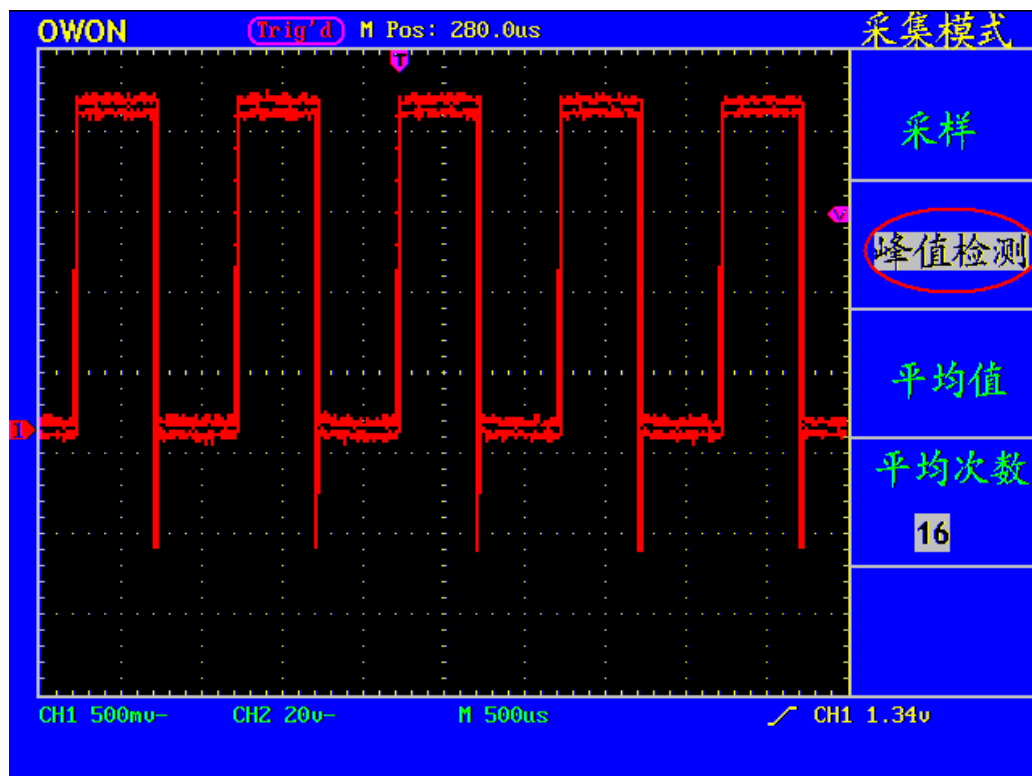
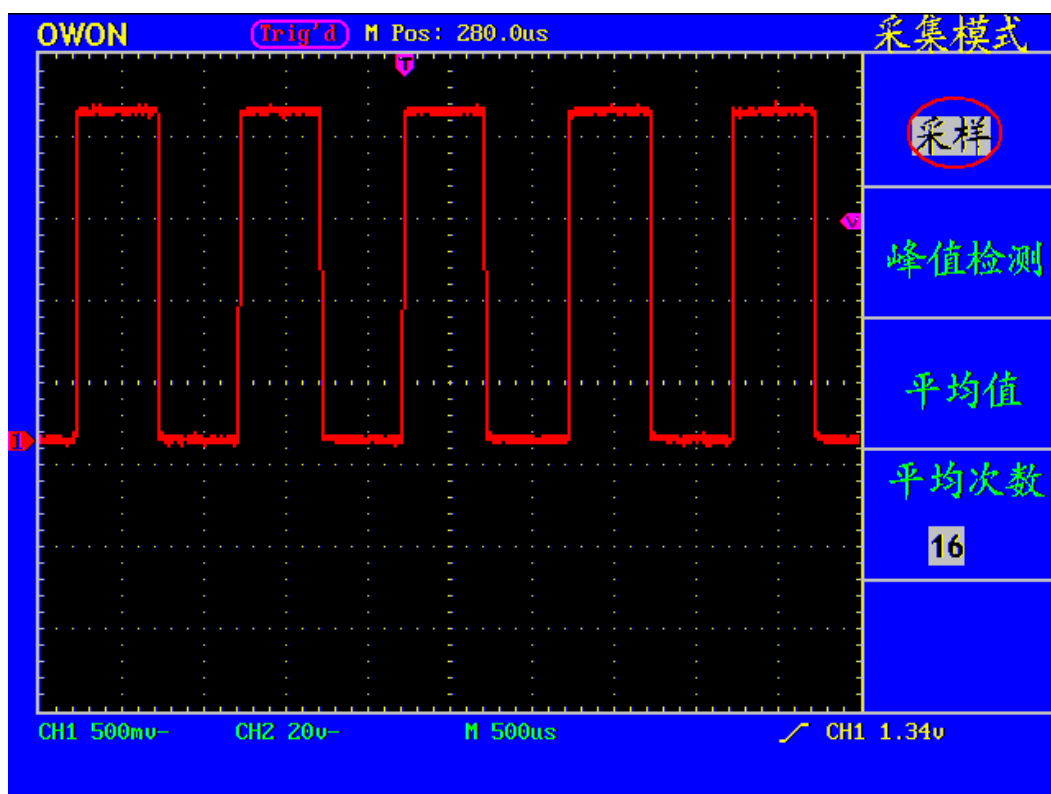

图 36: 峰值检测方式，可检测到方波下降沿的毛刺，噪声比较大。
图 37: 普通采样方式显示, 检测不到毛刺。
**显示类型：**按 F1 菜单选择键，可切换 矢量 显示和 点 显示。图 36 和图 37 是不同显示类型的对比。